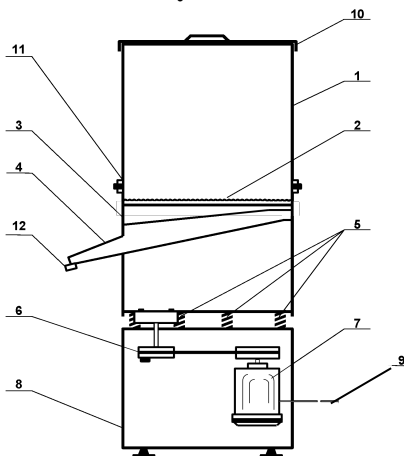

Рис.1
4.1. Установка «Каскад» (рис.1) включается с помощью кнопки на панели пускателя (9).